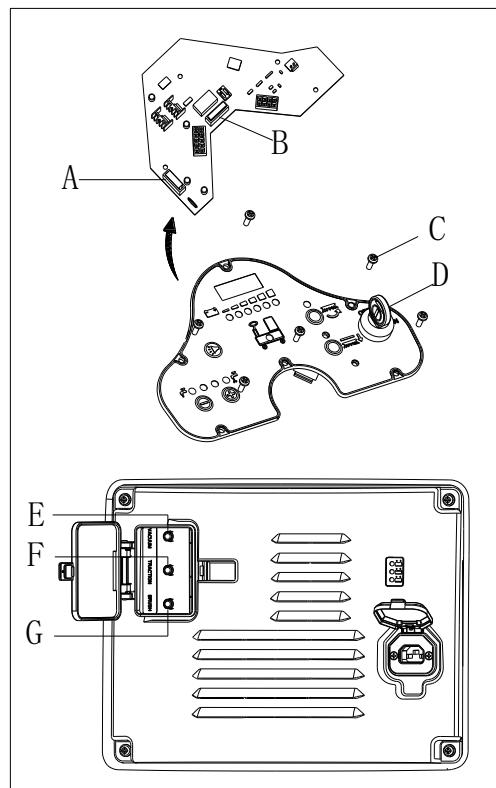

Figura 24
- Gire el interruptor de llave (D, Figura 24) hacia "OFF".
- Desatornille los tornillos (C) del panel de control y gire hacia el PDBA para encontrar el fusible (A y B).